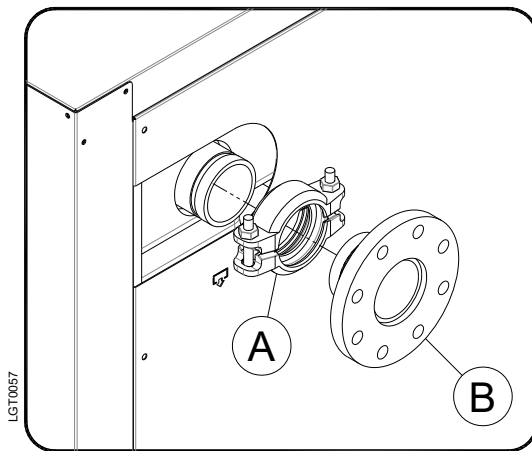

Fig.2
Assemblare la flangia (B) e il giunto a morsetto (A) come indicato in Fig.2